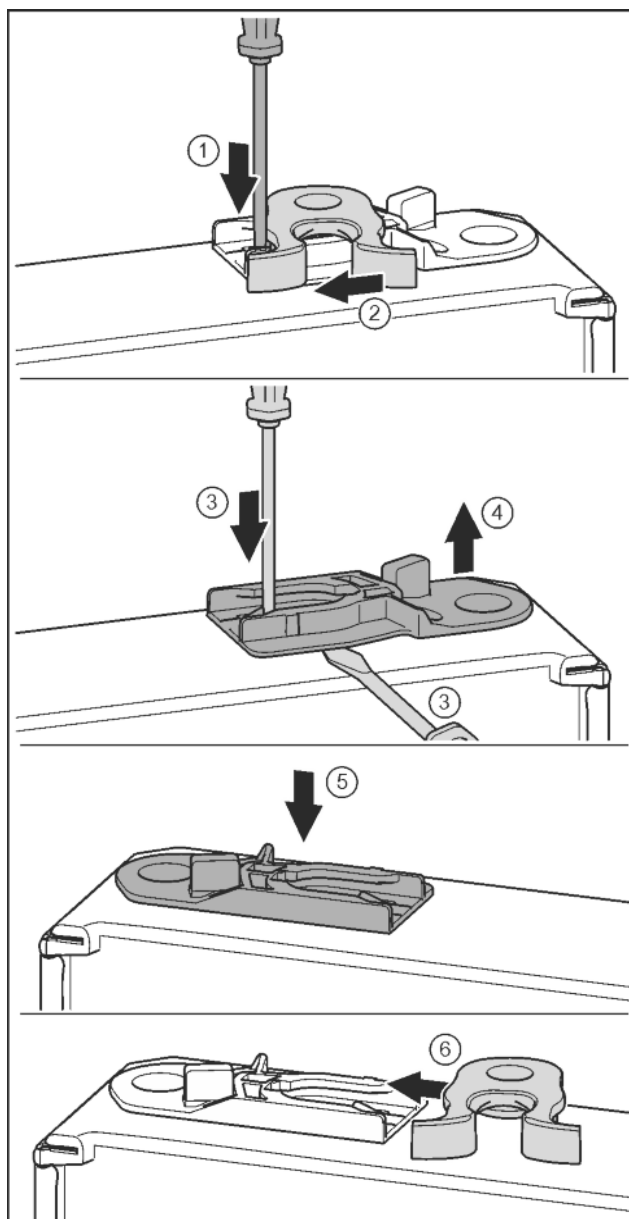

Fig. 20
- ▶ Pousser vers le bas la languette avec un tournevis plat. Fig. 20 (1)
- ▶ Tirer le crochet de fermeture en dehors du guide. Fig. 20 (2)
- ▶ Sortir la douille de guidage : Pousser la languette avec un tournevis plat et la faire passer simultanément sous la douille de guidage avec un tournevis plat. Fig. 20 (3, 4)
- ▶ Pousser la douille de guidage fournie de l'autre côté du logement. Fig. 20 (5)
- ▶ Pousser le crochet de fermeture dans le guide. Fig. 20 (6)